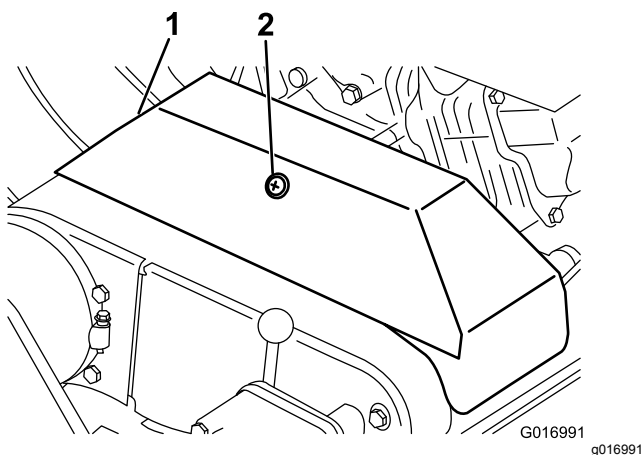

**Figura 38**
2. Utilizando uma balança de mola, pressione para trás na alavanca do travão de serviço (Figura 38). O travão de estacionamento deve libertar-se quando se atinge uma força de 13,5 a 18 kg. Se o travão de estacionamento se libertar antes de atingir 13,5 a 18 kg de força, é necessário um ajuste do cabo do travão.